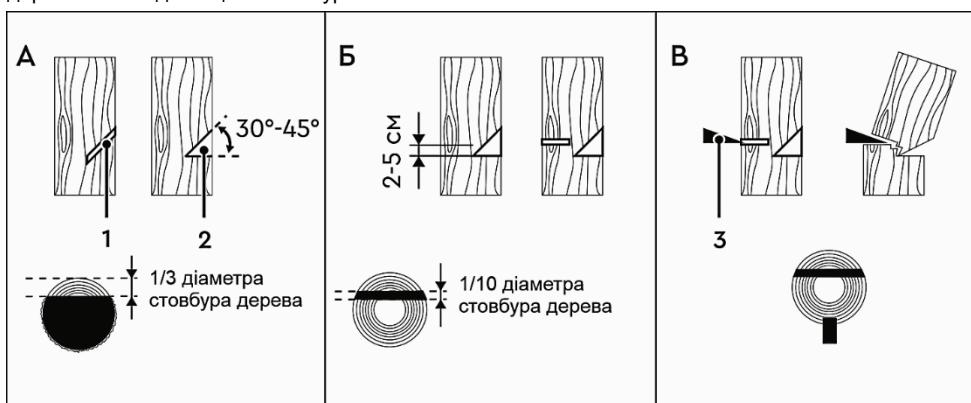

Рисунок 9
4.7.4 Виконання пропилів (рисунок 9)
Увімкніть бензопилу. Почніть пилити дерево з того боку куди воно має впасти (1, рисунок 9-А). Зробіть клиноподібний пропил (2, рисунок 9-А) під кутом 30-45°, глибина якого приблизно дорівнює 1/3 від товщини стовбура.
Валочний розпил (рисунок 9-Б) зробіть із протилежного боку від клиноподібного пропилу, помістивши зубчастий упор бензопили на стовбур на 2-5 см вище нижнього краю клиноподібного пропилу. Завершіть пилляння тоді, коли до внутрішнього краю клиноподібного пропилу залишиться близько 1/10 діаметра стовбура. Коли робите валочний розпил, не намагайтесь пропилити стовбур наскрізь до клиноподібного пропилу.
Якщо дерево не почало падати, необхідно забити клин (3, рисунок 9-В), після чого дерево почне падати в бік клиноподібного пропилу.